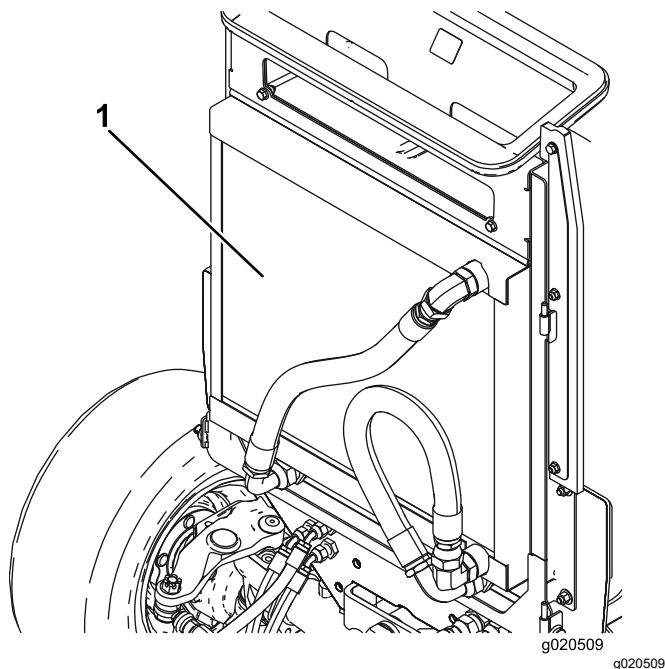

Figura 75
3. Pulite accuratamente entrambi i lati dell'area del radiatore/refrigeratore dell'olio (Figura 75) utilizzando aria compressa. Iniziate dal lato anteriore ed eliminate i detriti spingendoli verso la parte posteriore. Successivamente eseguite la pulizia partendo dalla parte posteriore e soffiando l'aria verso la parte anteriore. Ripetete la procedura più volte fino a rimuovere completamente sporcizia e detriti.